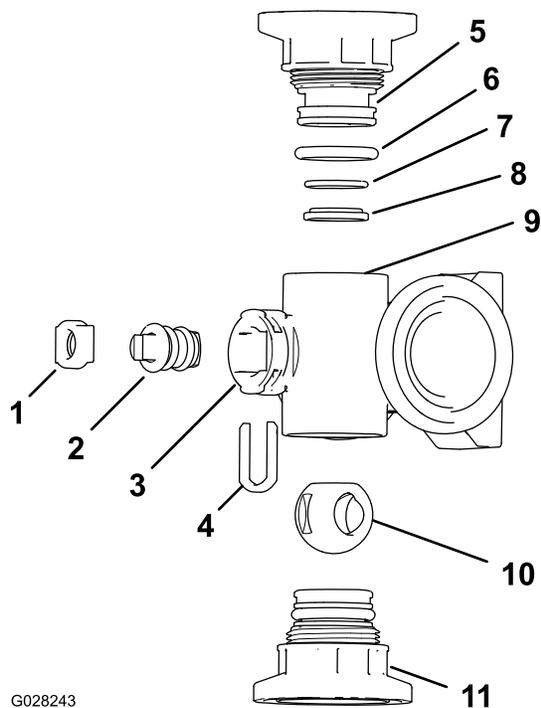
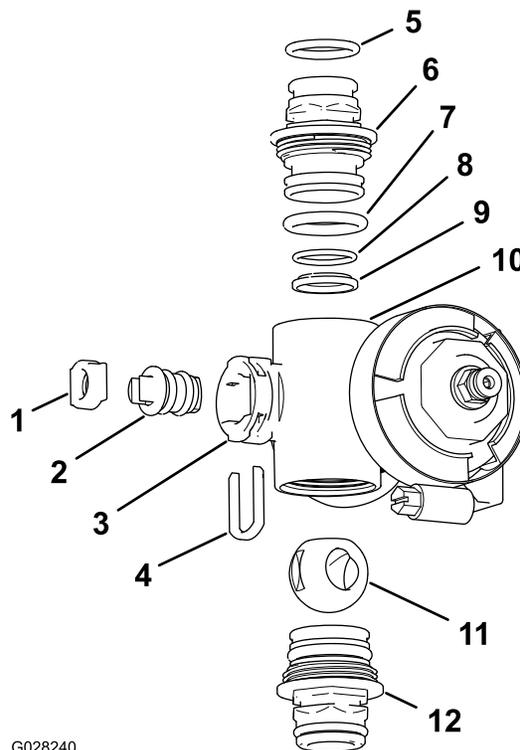

Figura 114
Figura 115
2. Retire o conjunto das duas uniões de cada extremidade do corpo do coletor (Figura 114 e Figura 115).
4. Retire a fixação da haste das ranhuras na porta da haste no coletor (Figura 114 e Figura 115).
5. Retire a fixação da haste e o encaixe da haste da válvula do coletor (Figura 114 e Figura 115).
6. Do corpo do coletor, retire o conjunto da haste da válvula (Figura 114 e Figura 115).
1. Verifique o estado dos anéis de retenção da união de saída (apenas coletor da válvula de secção), dos anéis de retenção do tampão, dos anéis de retenção de encaixe posterior, do encaixe da esfera para ver se há danos ou desgaste (Figura 114 e Figura 115).
2. Aplique lubrificante de silicone na haste da válvula e insira-a no encaixe da haste da válvula (Figura 114 e Figura 115).
3. Instale a haste da válvula e o encaixe no coletor e fixe a haste e o encaixe com a fixação da haste (Figura 114 e Figura 115).
4. Certifique-se de que o anel de retenção de encaixe posterior e o encaixe da esfera estão alinhados e encaixados na união do tampão (Figura 114 e Figura 115)
5. Instale o conjunto da união do tampão no corpo do coletor até a flange da união do tampão tocar no corpo do coletor (Figura 114 e Figura 115); depois rode a união do tampão mais 1/8 a 1/4 de volta.